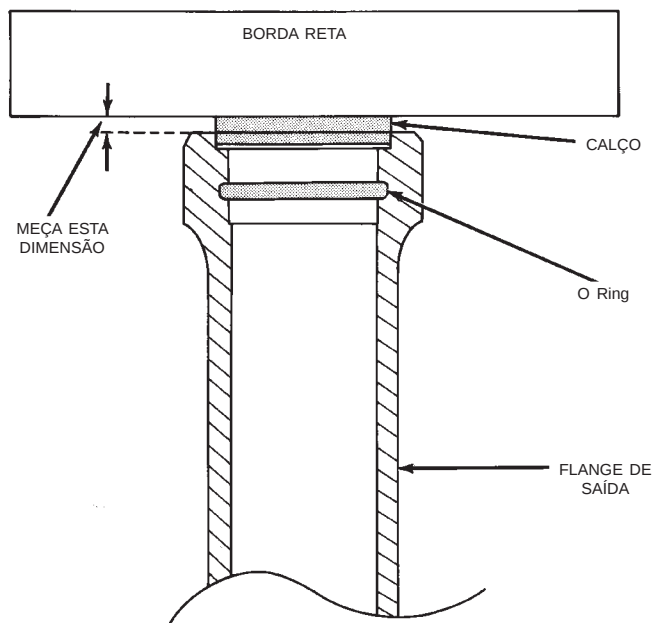

Fig. 57 Medida do Calço do Flange de Saída
(1) Coloque o flange de saída original na extremidade com o lado do calço apontando para cima.
(2) Coloque o calço original no encaixe na parte superior do flange.
(3) Coloque uma borda reta cruzando o calço.
(4) Utilizando um calibrador de lâminas, meça a distância entre a borda reta e a parte superior do flange (Fig. 57). Grave esta medida.